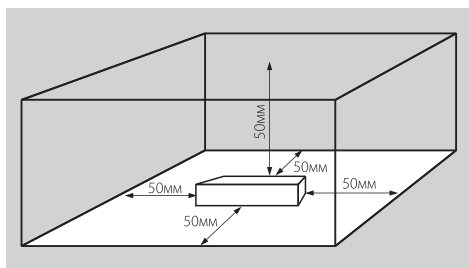

Рис. 1
4.2. Для естественной вентиляции обеспечьте свободное пространство вокруг источника питания не менее 20 см, как изображено на Рис.1. При невозможности обеспечить свободное пространство используйте принудительную вентиляцию.